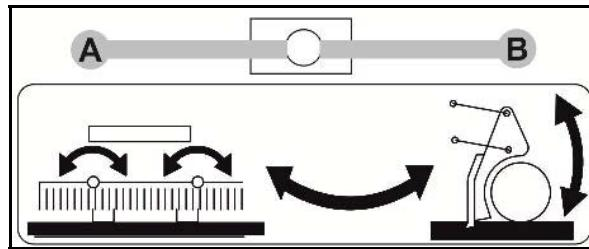

Рис. 102
- Установите шаровой кран (Рис. 102/1) в положение **A**.
- Установите шаровой кран (Рис. 102/1) в положение **B**.